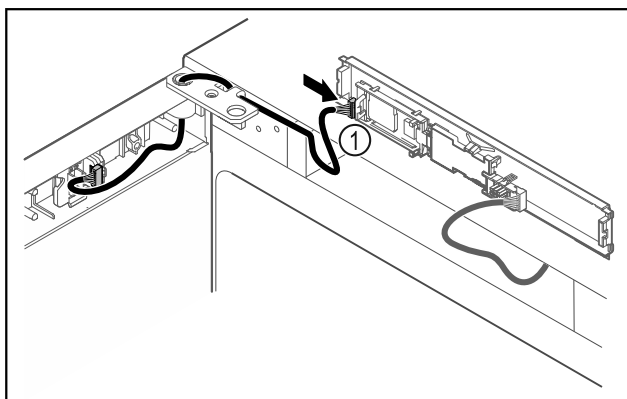

Fig. 47
- Stecker Fig. 47 (1) an Platine anstecken.